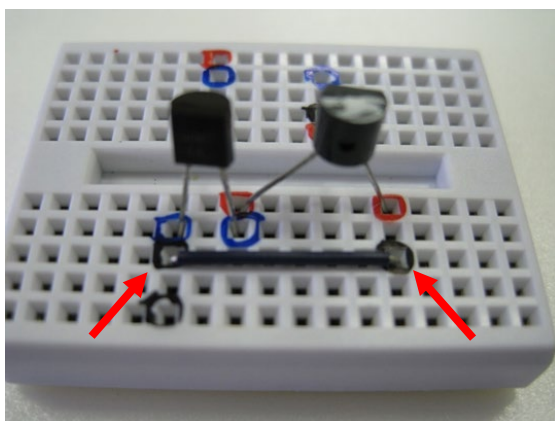

図3-4 ジャンパー線の取り付け
- ③ ジャンパー線せんでトランジスタとメロディーICをつなぎます。(図3-4)